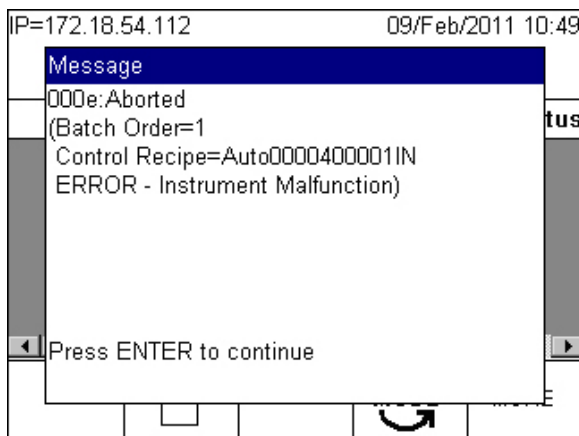

Figura 2-8: Verificación de la orden: mensaje de error del equipo
- Cualquier equipo que use la receta seleccionada para ejecutar un lote debe estar en línea y exento de errores (Figura 2-8).